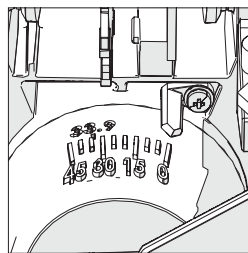

Fig. 7
- Accertarsi che la testa da taglio sia in verticale, che poggi contro il fermo e che l'indicatore di smusso indichi 0° sulla scala (Fig. 7).